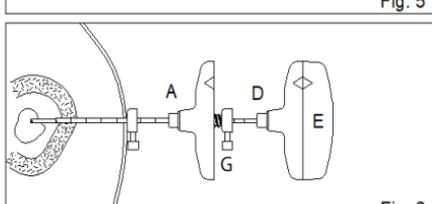

Fig. 6
FIG. 6 Inserire l'ago e l'impugnatura per biopsia assemblati (D+E) attraverso la cannula (A). Ruotare con cautela l'ago per biopsia (D+E) in senso orario fino a raggiungere la profondità di biopsia desiderata (o fino a quando il misuratore di profondità (G) dell'ago per biopsia (D) raggiunge l'estremità Luer della cannula (A)). Quindi ruotare l'ago e l'impugnatura per biopsia (D+E) in senso antiorario e rimuovere. Rimuovere l'impugnatura (E) dall'ago per biopsia (D); inserire l'estrattore (F) attraverso l'ago per biopsia (D) dall'estremità Luer ed espellere il campione.